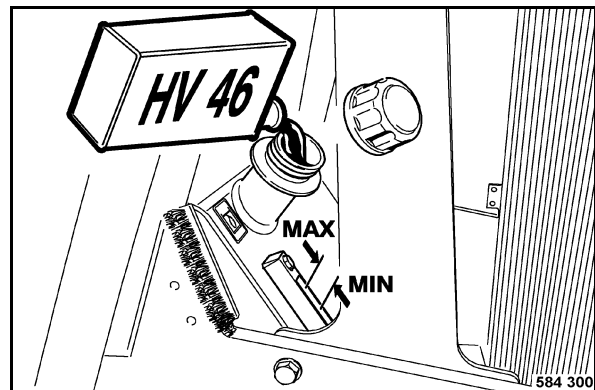

Fig. 174
- Remove the filler cap (Fig. 174).